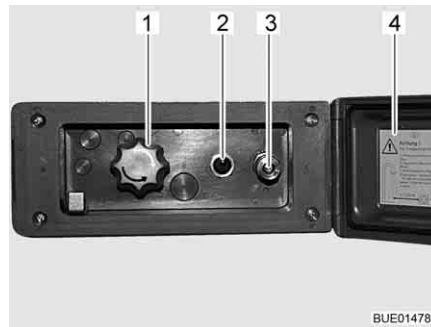

Fig. 120 Branchement de la douche extérieur
- Déverrouiller et ouvrir le couvercle (Fig. 120,4).
- Brancher le flexible de la douche extérieure sur la fermeture rapide (Fig. 120,3).
- Allumer la pompe à eau avec le commutateur (Fig. 120,2).
- Régler la température de l'eau selon ses désirs avec le bouton rotatif (Fig. 120,1).
- Éteindre la pompe à eau avec le commutateur (Fig. 120,2).
- Fermer le couvercle (Fig. 120,4) et verrouiller avec la clé.
- Placer le bouton rotatif (Fig. 120,1) sur la position intermédiaire.